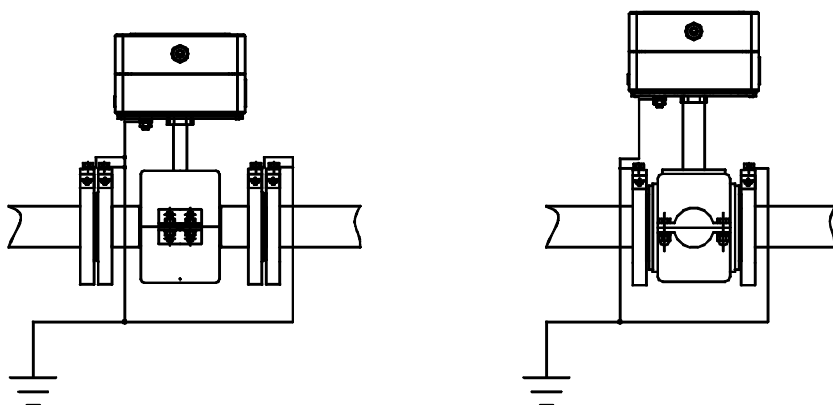

Рис.8.6
8.3.15 После установки ППР необходимо обеспечить его заземление в соответствии с рис. 8.6. Заземление ППР следует выполнять в соответствии с требованиями ПУЭ, т.е. путём непосредственного соединения заземляющего проводника с заземлителем, а не с трубопроводом.